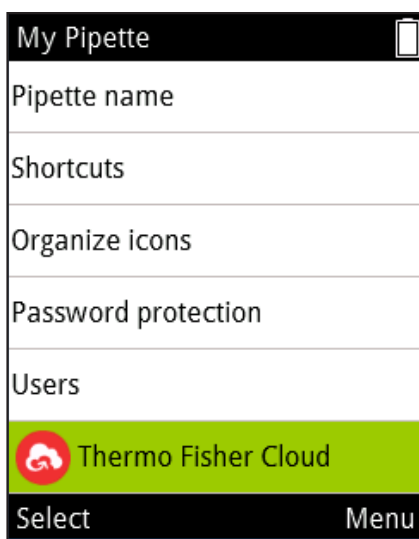

Abb. D56.
2. Wählen Sie **Thermo Fisher Cloud** aus und drücken Sie  (**Select**) (Abb. D56).